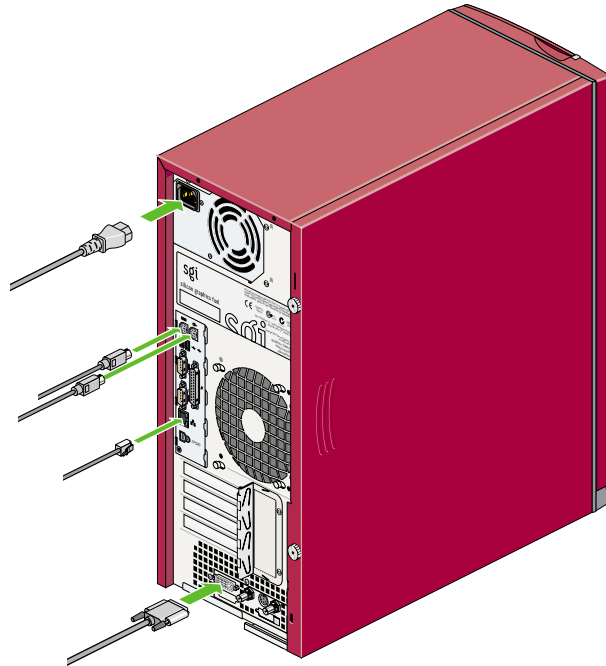

Abbildung 4-8 Anschließen der Systemkabel
- Schließen Sie alle Systemkabel an der Gehäuserückseite an (siehe Abbildung 4-8).